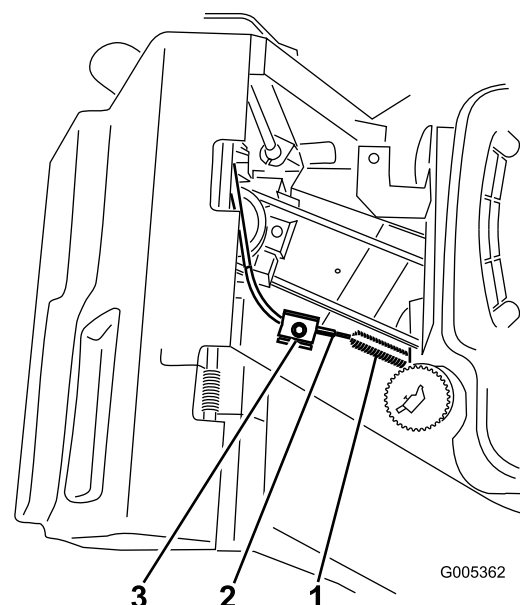

Figura 28
5. Afloje el tornillo de la abrazadera hasta que se deslice el conducto del cable del freno (Figura 28).